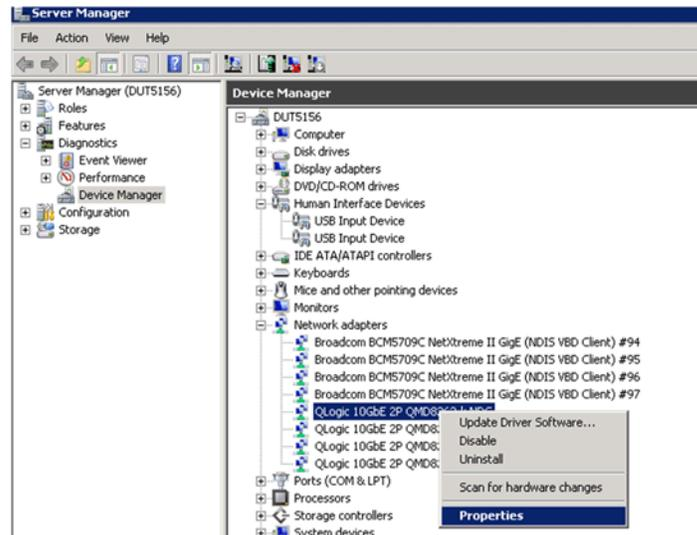

Figure 4-25. Sélection des propriétés dans le menu contextuel
3. Cliquez avec le bouton droit sur le premier modèle de périphérique **QLogic 10GbE 2P <model>** et sélectionnez **Properties** (Propriétés) dans le menu de raccourci (voir Figure 4-25).